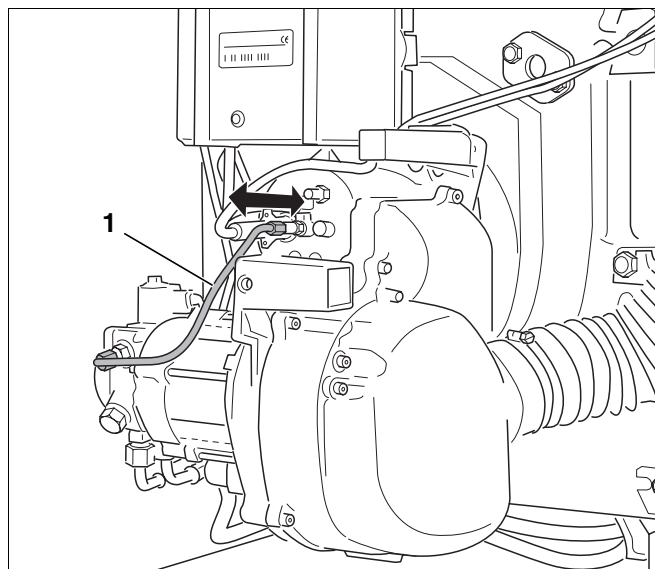

Рис. 41 Проверка правильной установки смесительной системы
- Вынуть шланг подачи топлива (рис. 41, поз. 1) примерно на 5 мм.